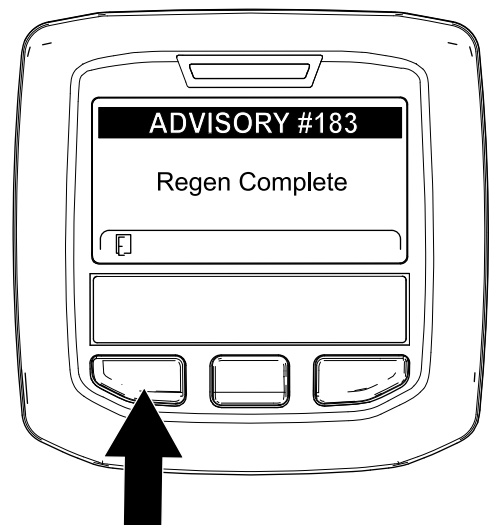

图33
9. 当发动机计算机完成驻车或恢复再生时，InfoCenter (信息中心) 将显示 ADVISORY #183 (第 183 号提醒) (图33)。按左侧按钮可退出至主屏幕。